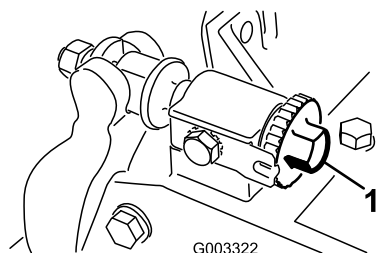

図 12
1. カッティングユニットを平らな水平の作業台の上に置く。ベッドバー調整ねじを左に回してベッドナイフとリールの接触をなくす図 12。
**重要** ユニット左右についているベッドバー調整ねじのナットが床に当たっていないことを確認する図 12。